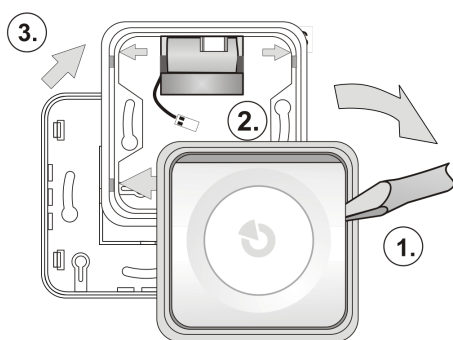

Abbildung 1: Demontage der Sirene vor der Installation
1. Entfernen Sie das Gehäuse (Tasten) der Sirene vom Plastikrahmen, indem Sie auf eine Seite des Gehäuses (1.) mit einem Schraubenzieher wie in Abbildung 1 drücken.
4. Schrauben Sie die Kunststoffbasis an der ausgewählten Stelle fest. Sollte die Sirene mit einer Batterie betrieben werden, platzieren Sie diese wie in Abbildung 1 unter die Oberseite der Kunststoffbasis.